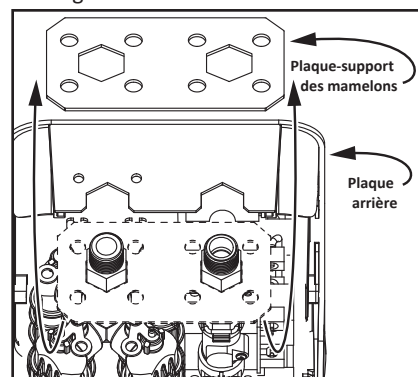

Figure 32 - Démontage de la plaque-support des mamelons.
**8** Retirer la plaque-support des mamelons en la tirant avec précaution vers le haut jusqu'à la dégager de la plaque arrière. Mettre la plaque-support des mamelons de côté. Voir Figure 32.
**4** Remonter la plaque-support des mamelons et remettre l'ensemble en place. Voir Figure 32, page 22.
**5** Rattacher l'assemblage d'entrée dans l'appareil à l'aide des montures de puits thermique/tube d'arrivée. Serrer les vis Phillips à la main, NE PAS trop serrer. Voir Figure 32, page 22.